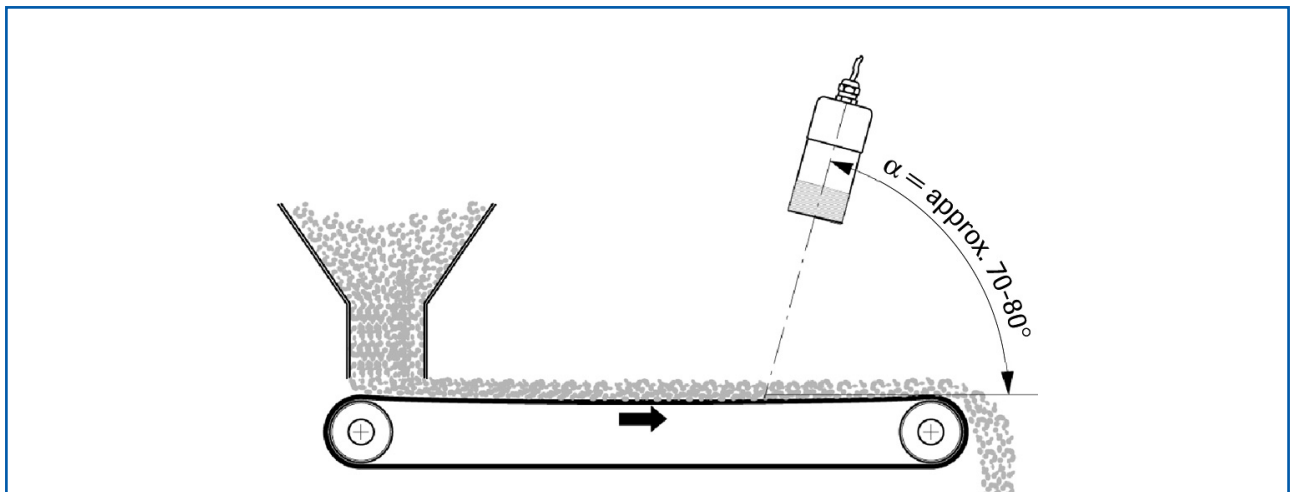

Fig. 7 : Installation sur tapis ou aérogliessière
Si le FlowJam S est installé directement au-dessus d'un convoyeur ou si le produit à détecter présente peu de relief, il convient de monter le capteur avec un angle de 70 - 80° ou moins (fig. 7).
- les propriétés du flux de produit (voir p. ex. fig. 7)